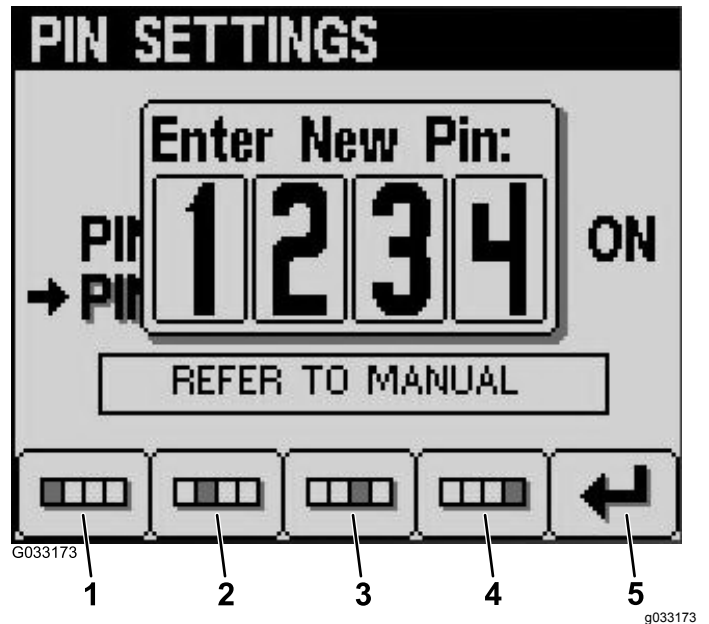

Рисунок 25
7. Введите свой новый ПИН-код при помощи кнопок с 1 по 4 и по завершении ввода нажмите кнопку 5 (Рисунок 25).